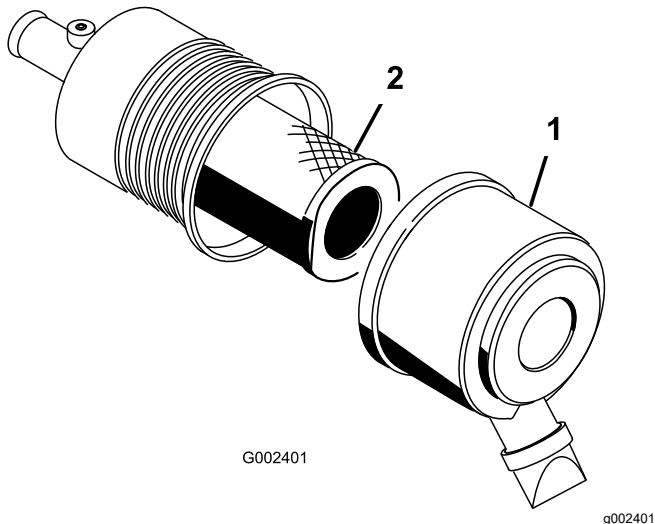

Figura 43
1. Liberte os trincos do filtro de ar e puxe a tampa para fora do corpo do filtro (Figura 43).
3. Deslize suavemente o filtro para fora do corpo do filtro (Figura 43).
5. Deslize cuidadosamente o filtro sobre o tubo do corpo (Figura 43).
6. Instale a tampa do filtro de ar com o lado virado para cima e prenda os trincos (Figura 43).